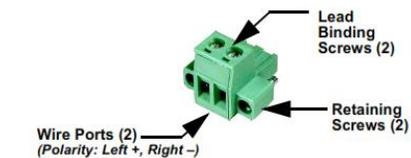

Figura 5, Conector de alimentación de CC
4. **Conecte la toma de corriente principal.** El voltaje de entrada debe ser de 10,0 a 60 Vdc y poder proporcionar al menos 15 vatios. Se proporciona un conector de alimentación con terminales de tornillo (Figura 5, Conector de alimentación de CC). Pele 6 mm (1/4 de pulgada) de los cables de la toma e insértelos en los puertos para cables. Asegúrese de respetar la polaridad adecuada, tal y como se muestra. Apriete firmemente los tornillos de fijación.
El PC de configuración puede conectarse a la unidad mediante el cable conectado de fábrica (USB, secuencial o Ethernet), o mediante WiFi. Los siguientes pasos describen una conexión mediante el cable secuencial conectado, como se ilustra en la Figura 5.